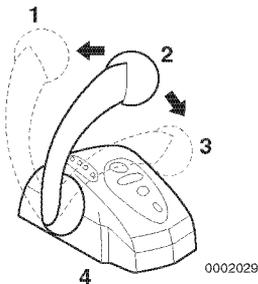

Abbildung 12
Einhebel-Steuerkopf (**Abbildung 12, (4)**) im Ruderstand für Voraus (**Abbildung 12, (1)**), Zurück (**Abbildung 12, (3)**), Neutral (**Abbildung 12, (2)**) und zur Drehzahlregelung bei einer Einfachinstallation verwenden.